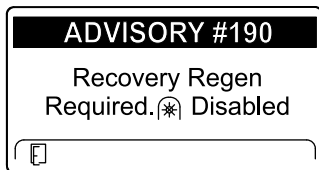

Bild 75
- Recovery regeneration required – power takeoff disabled ADVISORY #190 (Bild 75)